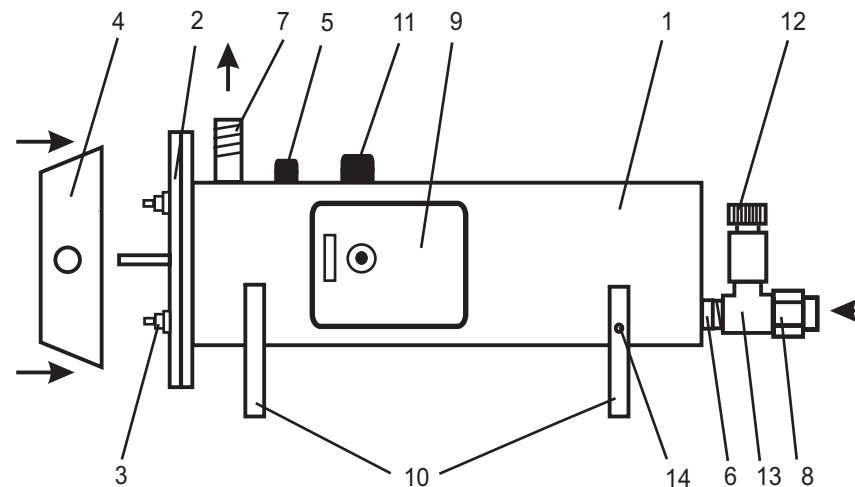

Рисунок 1.
4.1. Водонагреватели ЭПВН-6; -7,5; -9,45; -12; -15; -18; -24; -30-1 (рис.1) состоит из следующих основных частей: корпуса (1) с входным (6) и выходным (7) патрубками GS; секции, состоящей из крышки (2), с одним (ЭПВН-6; 7,5) или тремя (ЭПВН-9,45;-12;-15;-18;-24;-30-1) трубчатыми электронагревателями (ТЭН) (3); датчика терморегулятора (5); аварийного термовыключателя (11). Выводы ТЭНов закрыты защитным кожухом (4)